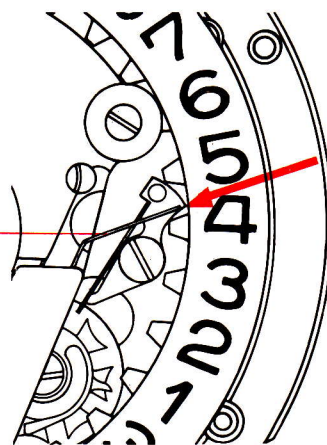

Fig. 5
- 7.1.13. Colocar el resorte del muelle flexible de fecha controlando su tensión (ver fig. 5).